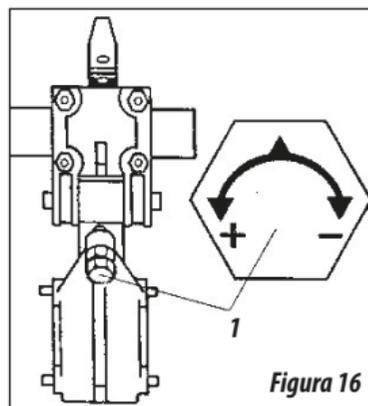

Figura 16
- 07 - Observe el tornillo item 1 figura 16, girando el mismo 90° (1/4 de vuelta) para la derecha (sentido horario) disminuirá 5 kgs de presión en el desarme;
- 08 - Girando para la izquierda (sentido anti-horario) aumentará la presión en 5 kgs conforme figura 16.